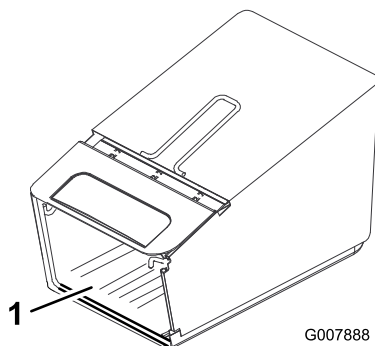

Bild 7
2. Achten Sie darauf, dass sich die Seiten der Fangkorbunterseite **innen** am Korbrahmen befinden, siehe (Bild 7).